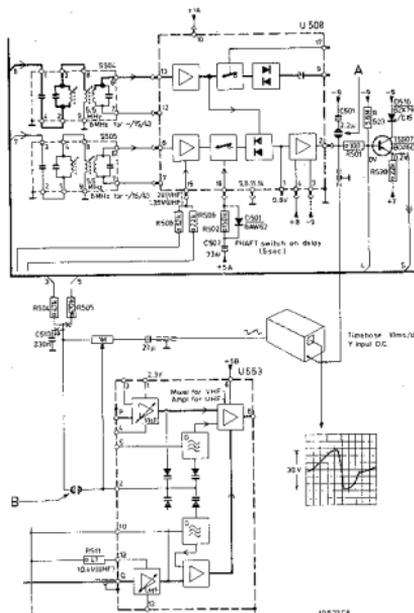

Fig. III-1
- Messanordnung nach Abb. III-1.
- o Den Y-Eingang (DC) des Oszillografens an 2U508 anschliessen.